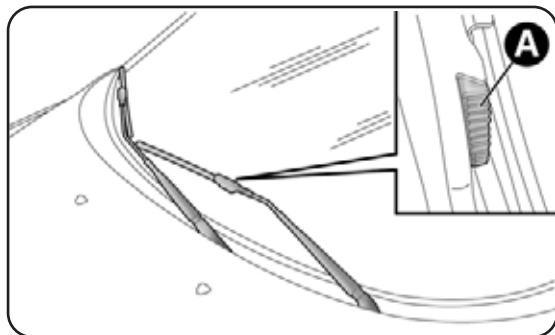

fig. 8
- presione las lengüetas (una para cada lado) A-fig. 8 del muelle de enganche y saque la escobilla del brazo;